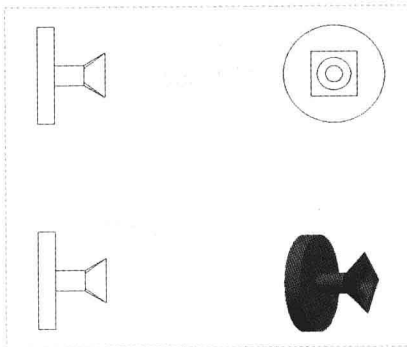

图 12-66 图形文件
Step 01 按【Ctrl+O】组合键，打开图形文件，如图 12-66 所示。